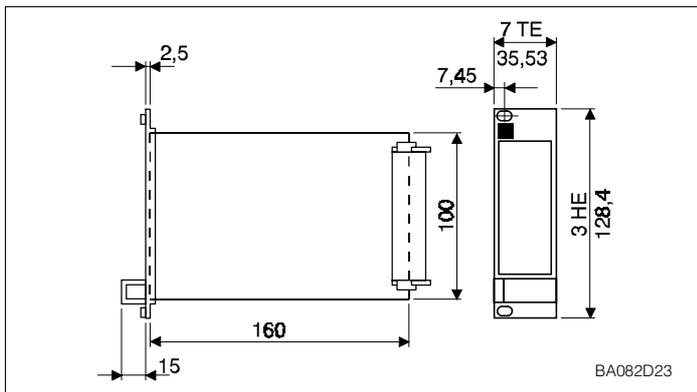

Abb. 2.19:
- Bei Stellung ON wird dem Schalter der in Abb. 2.19 gezeigte Wert zugewiesen. Im Bild hat die Adresse den Wert  $2 + 8 = 10$ .